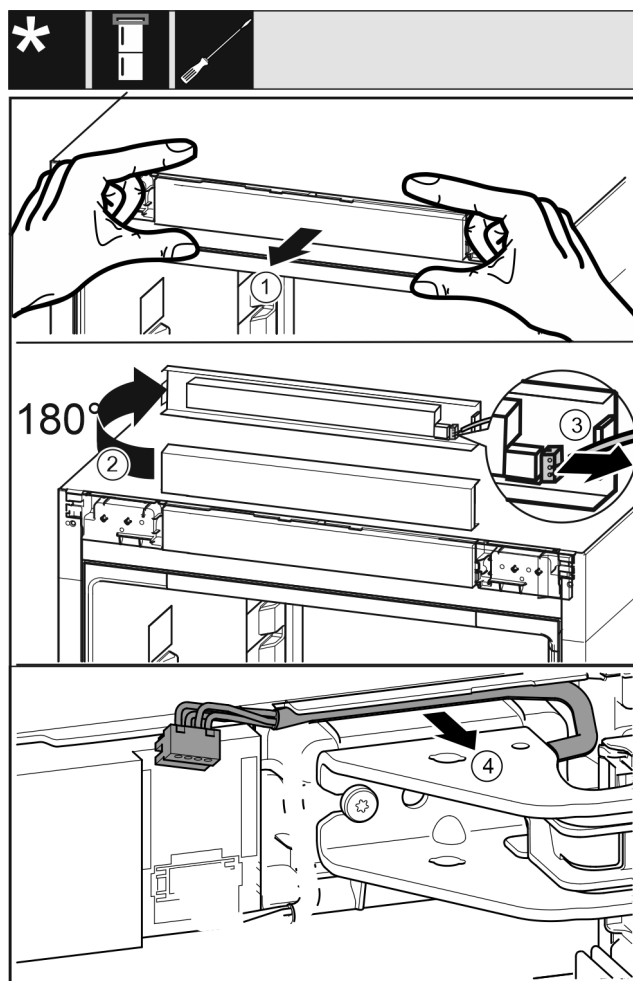

Fig. 19
- 小心地向前松开冰箱的控制面板。Fig. 19 (1)
- 将控制面板向上旋转 180°。Fig. 19 (2)
- 向后按住止动凸缘，并小心地拉出插头。Fig. 19 (3)
- 将托架上方电缆小心地从导向装置上松开。Fig. 19 (4)